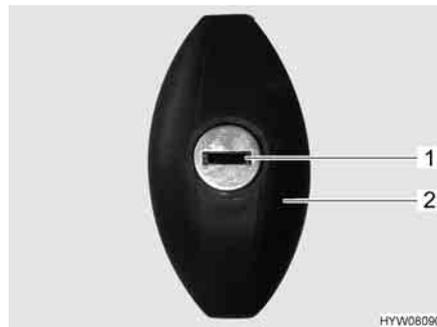

Fig. 38 Serratura dello sportello, ellittico, chiuso
- Inserire la chiave nel cilindro della serratura (Fig. 38,1) e ruotare in senso antiorario di un mezzo giro. La maniglia della serratura (Fig. 38,2) scatta all'infuori.